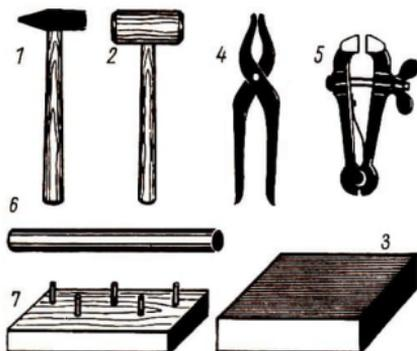

Bild 42 Werkzeuge und Hilfsmittel zum Richten
dient ein **Schloßerhammer** (1). Das Arbeiten mit dem **Gummihammer** (2) verhindert, daß die Oberfläche bearbeiteter Werkstücke durch Einschläge beschädigt wird. Zur Auflage des Werkstückes benutzt man eine stählerne **Richtplatte** (3). Kurze Stücke werden mit einer Zange (4) oder mit einem **Feilkloben** (5) festgehalten. Zum Richten von Draht dienen **Rundstäbe** (6) aus Holz oder aus Metall beziehungsweise Vorrichtungen (7) mit versetzt angeordneten Stiften (Bild 42).